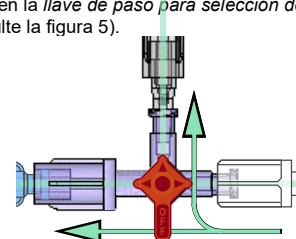

Figura 5. Inyección de contraste (llave de paso para ahorro abierta)
- a. Para ahorrar contraste durante su inyección, abra el paso del DyeVert Power XT tanto en la llave de paso para selección de válvula como en el catéter (consulte la figura 5).